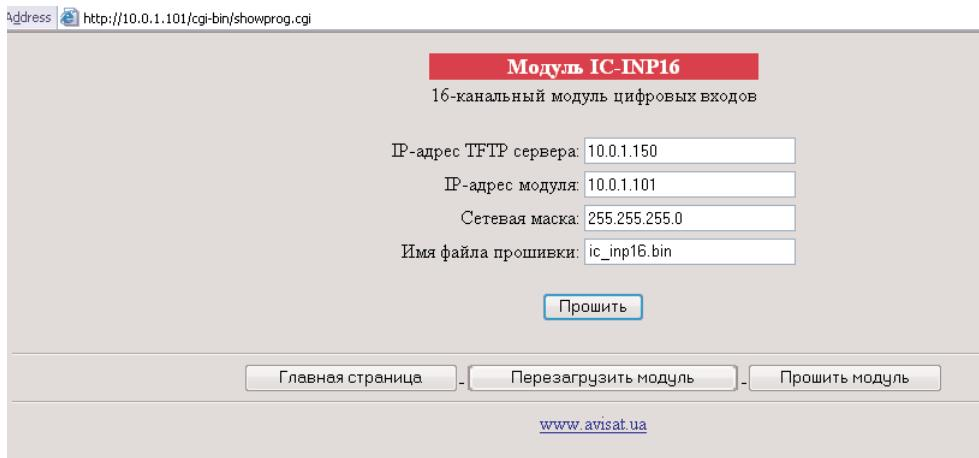

Рис. 9. Обновление ПО модуля.
- открыть страницу прошивки модуля (Рис.9), нажав на кнопку «Прошить модуль» на любой из web-страниц;